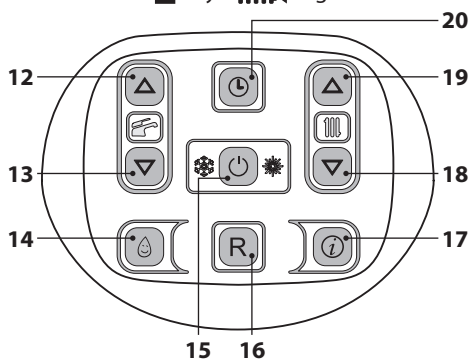

Figura 6.6
- Mantenga pulsado durante 2 segundos el botón 15 hasta que aparezcan en el display los símbolos  y . Figura 6.6.
- Apague la caldera manteniendo pulsado durante 2 segundos el botón 15 (Figura 6.6) hasta que aparezca en el display LCD el símbolo  (Figura 6.5).